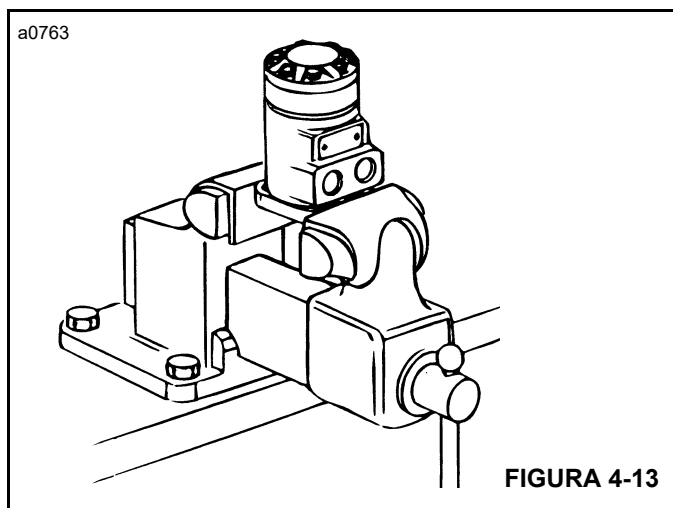

FIGURA 4-13
1. Coloque o motor em uma morsa e fixe pelas bordas do flange (Figura 4-13) com o eixo de saída voltado para baixo. Ao fixar, use dispositivos protetores nas garras, como mordentes, pedaços de borracha ou madeira.